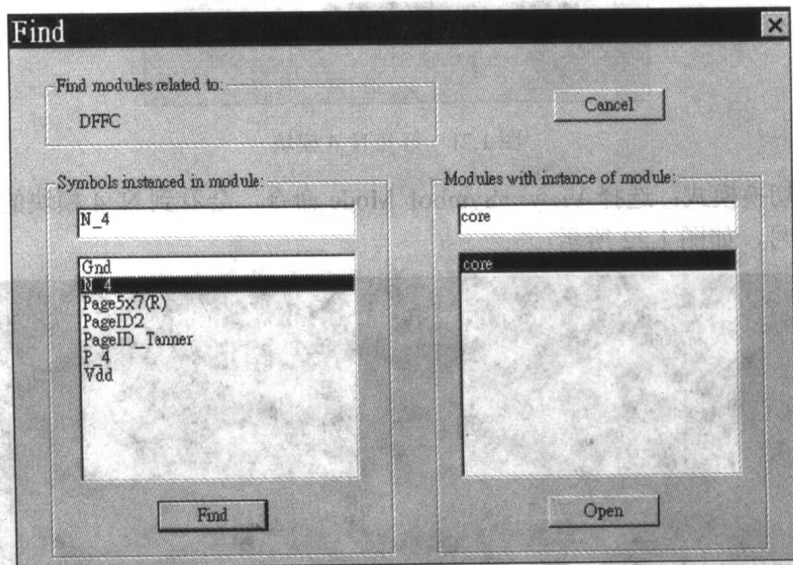

图 1.19 寻找引用到的模块
(10) 寻找引用到的模块: 选择 **Module**→**Find Module** 命令, 打开 Find 对话框, 如图 1.19 所示。